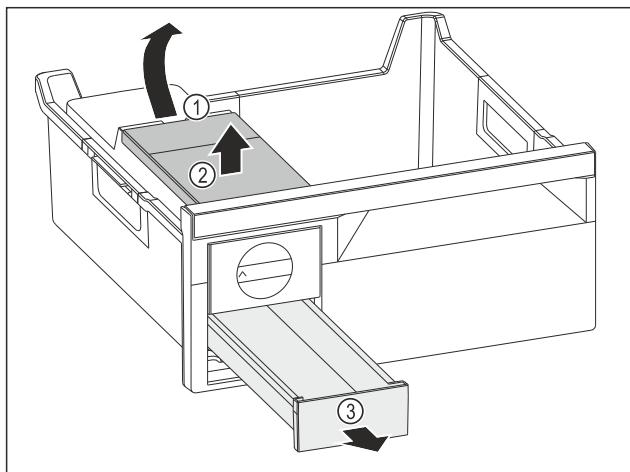

Fig. 67
- ▶ 取出水箱：从凹槽 Fig. 67 (1)抬起水箱。
- ▶ 朝上取出水箱 Fig. 67 (2)。
- ▶ 朝前取出冰块抽屉 Fig. 67 (3)。